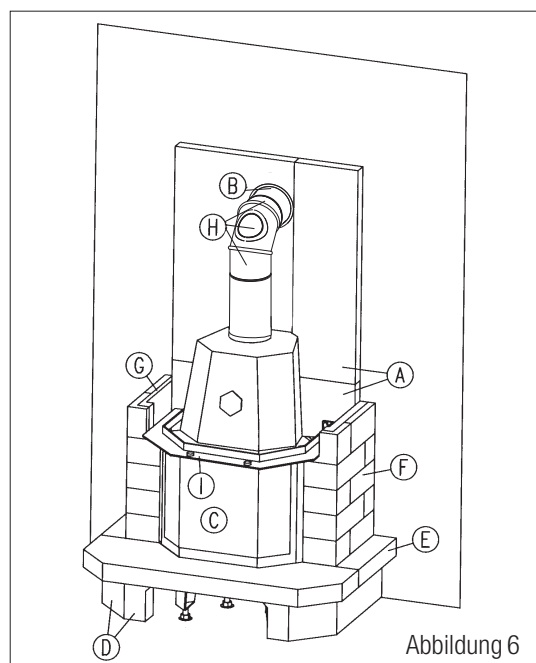

Abbildung 6
9.3 Stecken Sie Bogen und Rauchrohr zusammen und dichten Sie den Rauchrohrbogen mit Kesselkitt (gut durchrühren) an dem Rauchgasstutzen ein. Legen Sie dazu eine dünne Schicht Kesselkitt um den Stutzen. Auch alle Rauchrohrverbindungen untereinander und die Segmente der Rauchrohrbögen werden mit Kesselkitt abgedichtet. **(Abb. 6)**